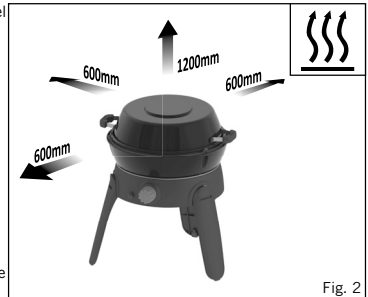

Fig. 2
- Dit apparaat moet uit de buurt van brandbare materialen tijdens het gebruik worden gehouden. Minimaal veilige afstanden zijn: Boven het toestel: 1,2 m. Aan de achterkant en aan de zijkanten: 600 mm. (Zie fig. 2)
- Om het toestel handmatig aan te steken, een vlam bij de brander houden met een BBQ aansteker, draai de bedieningsknop van het toestel langzaam linksom totdat de brander ontsteekt (fig. 2).